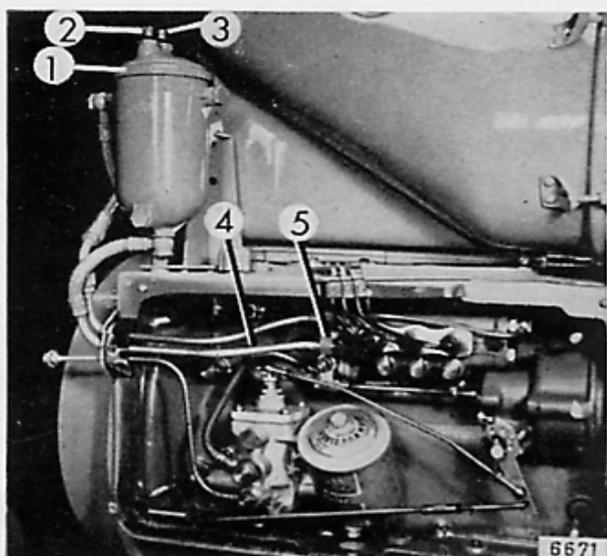
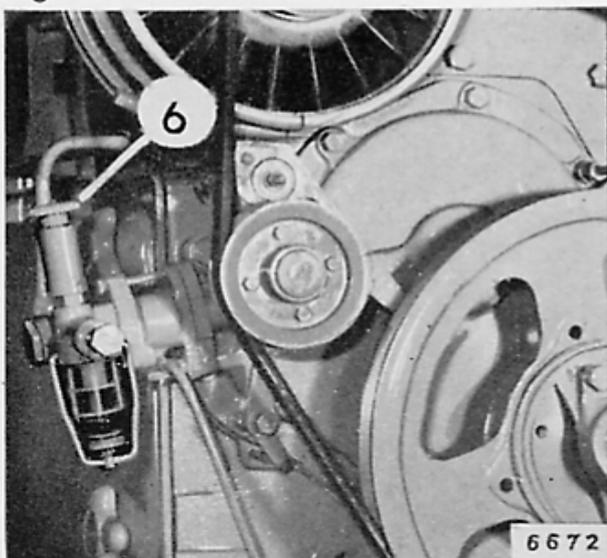

Fig. 19
Fig. 20
Desserrez de deux ou trois tours les vis de purge d'air (2 et 3) sur le couvercle du filtre (1) – Figure 19 – jusqu'à ce que le combustible s'écoule sans bulles d'air. Pour faire la purge d'air sur la tuyauterie (4) amenant le combustible à la pompe d'injection, il suffit de desserrer la vis raccord (5).
Lorsqu'il y a une pompe d'alimentation, desserrez de quelques tours la poignée moletée de la pompe d'amorçage – Figure 20 – et actionnez la jusqu'à ce que le combustible s'écoule sans bulles aux vis de purge d'air (2 et 3) – Figure 19 – desserrées au préalable. Après cette opération n'oubliez pas de revisser à fond la poignée de la pompe d'amorçage.